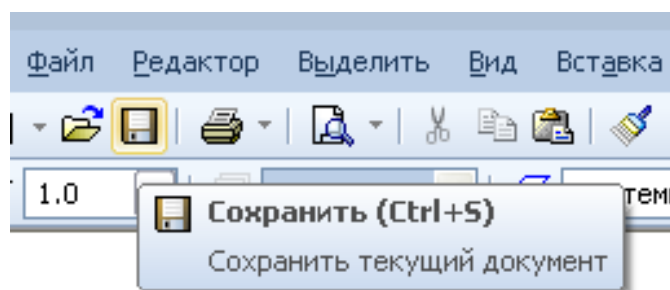

Рис. 2.3.4
2. Клацніть на кнопці **Сохранить**  на Панелі інструментів. Відкрийте папку **Мои документы** (рис. 2.3.4).